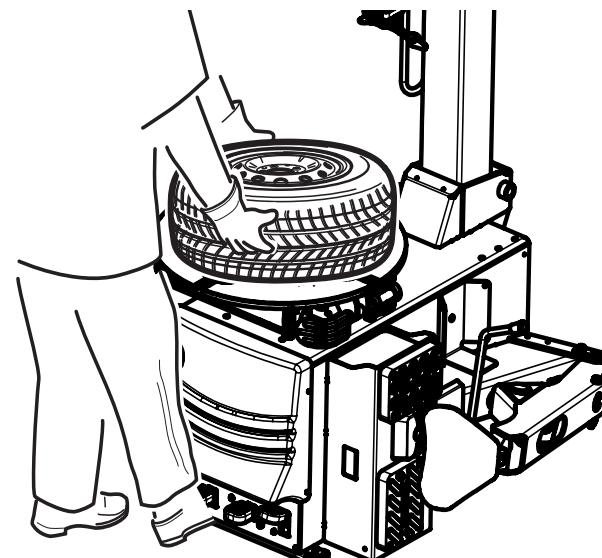

fig.44
- sollevare il pneumatico verso l'alto con entrambe le mani, permettendo all'aria (che fuori esce dai fori delle corsie) di "entrare" fra cerchio e pneumatico (fig.44).
- spingere il pedale di gonfiaggio (L) fino a fine corsa, per ottenere la fuoriuscita dell'aria dalle corsie e, allo stesso tempo, rilasciare il pneumatico per consentire l'**intallonamento**.
N.B.: qualora il pneumatico non si "intalloni" ripetere scrupolosamente le operazioni suddette. Una volta intallonato il pneumatico, continuare l'operazione di gonfiaggio, premendo il pedale di gonfiaggio (L) nella posizione intermedia, fino a raggiungere la pressione desiderata.
- Raise the tyre with both hands to allow the air (which comes out of the tracks) to get between rim and tyre (fig.44).
- Press the inflation pedal (L) completely down to obtain the air output fro the tracks. At the same time release the tyre to allow the **beading in**.
N.B.: Whenever the tyre does not bead in, repeat all the stages in the above sequence. When the tyre is beaded in, continue inflation by pressing the pedal (L) in the intermediate position until the desired pressure is reached.
- soulever des deux mains le pneu vers le haut, permettant à l'air (qui sort des orifices de la voie de "pénétrer" entre la jante et le pneu (fig.44).
- presser sur la pédale de gonflage (L) jusqu'à la fin de la course, pour permettre la sortie de l'air des voies et en même temps, libérer le pneu pour en permettre l'intalonnement.
N.B. Au cas où le pneu ne "s'intalonnerait pas" répéter soigneusement les susdites opérations. Après avoir intalonné le pneu, continuer l'opération de gonflage en pressant sur la pédale de gonflage (L) dans la position intermédiaire, jusqu'à atteindre la pression désirée.
- den Reifen mit beiden Händen hochheben, damit so die Luft (die aus den Öffnungen der Gänge austritt) zwischen Felgen und Reifen "eindringen" kann (Abb. 44);
- das Aufpumppedal (L) bis Umlaufende betätigen, damit die Luft aus den Gängen ausströmt und gleichzeitig den **Reifen herunterlassen**, um so die Einwulstung zu ermöglichen.
- Levante el neumático hacia arriba con ambas manos, consentiendo al aire (que sale por los orificios de los recorridos) de entrar entre llanta y neumático (fig. 44)
- Apriete el pedal de hinchamiento (L) hasta el tope del recorrido, para obtener la salida del aire de los recorridos y contemporáneamente relaje el neumático para consentir su talonamiento.